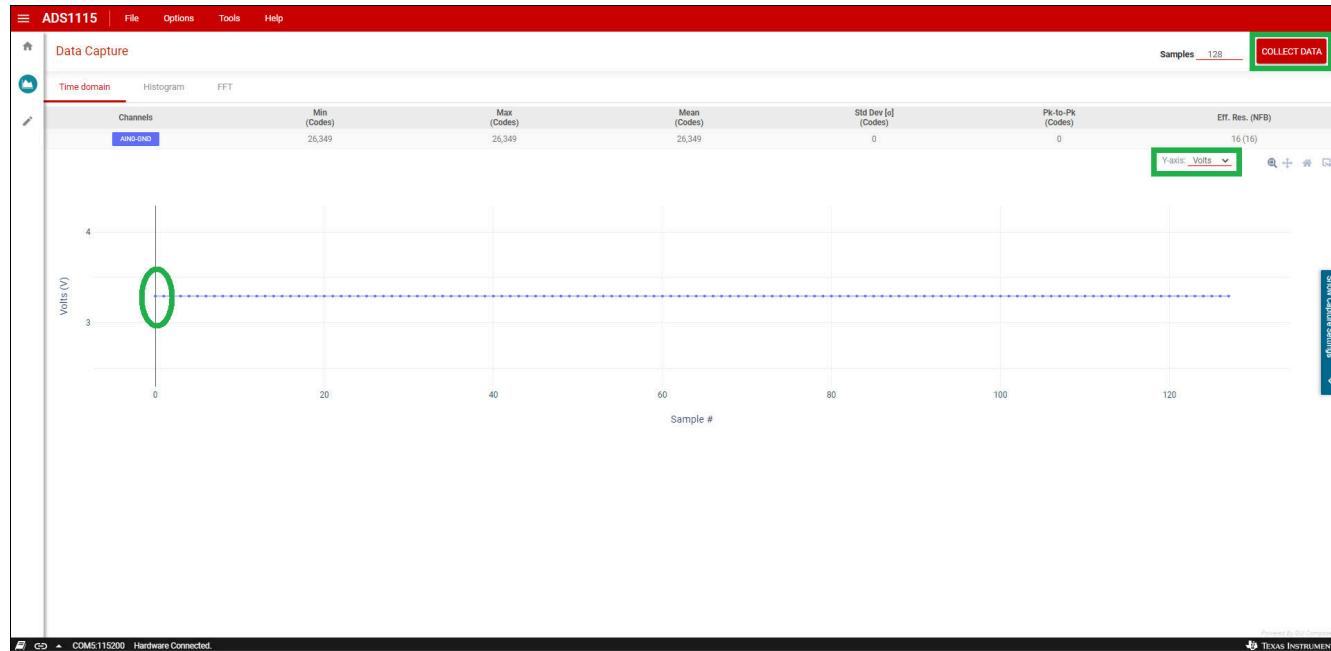

图 2-4. 数据采集
- 从图表窗口中为 *Y-axis* (Y 轴) 下拉菜单选择 *Volts*。请参阅图 2-4。